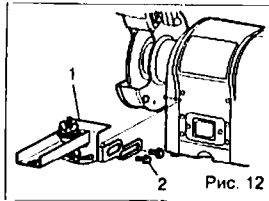

Рис. 12
■ Соберите и прикрепите комплект для заточки пил, как показано на Рис. 12.